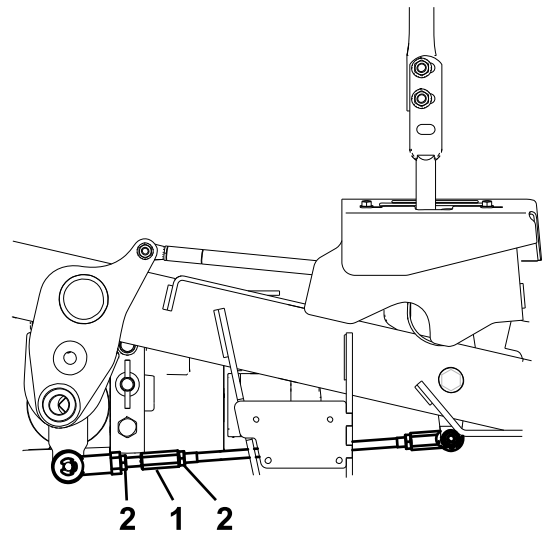

Bild 66
10. Stellen Sie die Länge der Pumpenschaltstange ein, indem Sie die Doppelmuttern an der Stange so weit in die entsprechende Richtung drehen, bis sich die Räder leicht zurückdrehen (Bild 66).